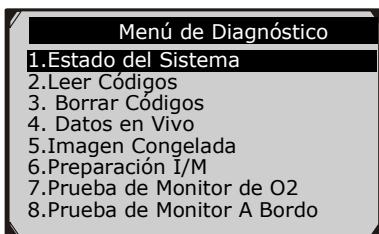

Figura 6.3
- 7) Vea un resumen del estado del sistema (estado de MIL; conteos de DTC, estados de Monitor) en la pantalla. (Figura 6.1) Presione el botón **OK** para que el **Menú de Diagnóstico** aparezca (Figura 6.3).
- 1) Use el botón de desplazamiento **ARRIBA/ABAJO** para seleccionar **Leer Códigos** del **Menú de Diagnóstico** y presione el botón **OK**. (Figura 6.3)
- 1) Use los botones de desplazamiento **ARRIBA/ABAJO** para seleccionar **Borrar de Códigos** del **Menú de Diagnóstico** y presione el botón **OK**. (Figura 6.3)
- 1) Para consultar los datos en vivo, use el botón de desplazamiento **ARRIBA/ABAJO** para seleccionar **Datos en Vivo** desde el **Menú de Diagnóstico** y presione el botón **OK**. (Figura 6.3)